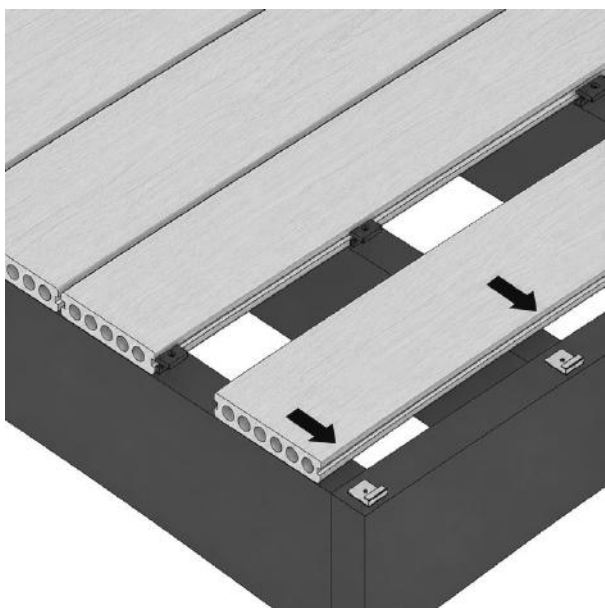

FIG. 8 – 6 MM METHODE – LAATSTE PLANK OP STARTCLIPS GEKLIKT
- Klik de laatste terrasplank op deze startclips (fig. 8)